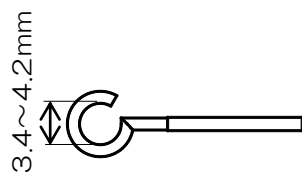

図7. 通信線の先端加工
- (1) 通信線の接続は、通信線配線図（3ページ参照）により正しく行ってください。
- (2) 通信線の接続ケーブルは、図7のように先端を加工して接続してください。